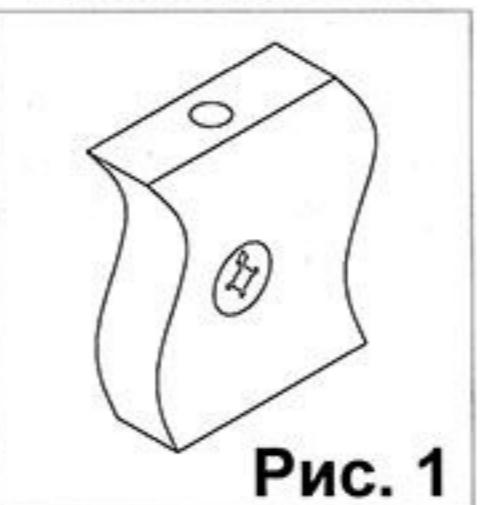

Рис. 1
Взять стенку заднюю выдвижного ящика 14 и забить в соответствующие отверстия шканты (1). Соединить боковины ящика 12 и 13 с задней стенкой 14. Фиксацию производить при помощи евровинтов (6). Далее положить каркас ящика на заднюю стенку 14 и забить шканты (1) в соответствующие торцевые отверстия на боковинах ящика 12 и 13, и вставить стяжки растекс (19) (см.рис.1). После этого вставить дно ящика 27 в пазы на каркасе ящика, таким образом, чтобы дно ящика 27 вошло в паз на стенке задней ящика 14. Далее закрутить в переднюю панель ящика 15 в имеющиеся муфты дюбеля стяжек-растекс (4). Соединить переднюю панель ящика 15 с каркасом . Фиксацию производить путем поворота стяжки (19) по часовой стрелки. После этого положить ящик дном вверх и прокрутить ответные планки направляющих (7) к боковинам ящика 12 и 13 при помощи саморезов (5). Далее к передней панели 15 прикрепить ручку (12) Аналогичным образом собрать остальные ящики.